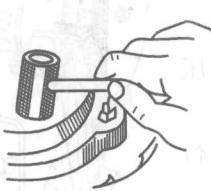
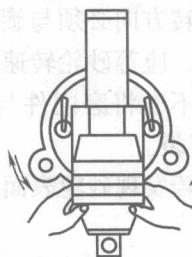

图 1-4 旋紧夹紧螺钉
图 1-5 调整虎钳钳口方向
(1) 回转式台虎钳 回转式台虎钳的结构如图 1-3b 所示。它主要由固定钳身、活动钳身和转盘及底座组成。固定钳身安装在转盘底座上，扳动紧固螺栓手柄能使紧固螺栓旋紧，如图 1-4 所示，从而带动夹紧盘与虎钳底座紧固。若调整虎钳钳口方向，可松开紧固螺栓后进行，如图 1-5 所示。螺母座与固定钳身采用固定联接。